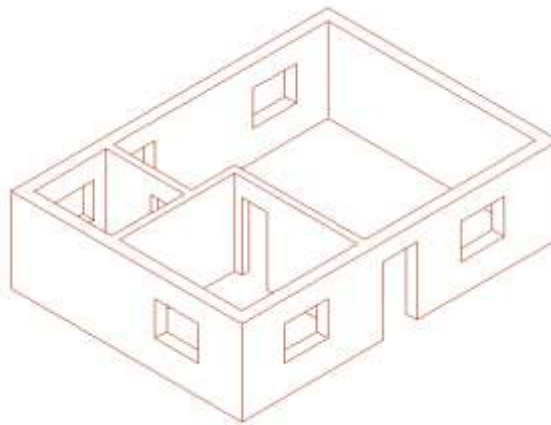

Рис. 16
7. Укажите на пять окон - Enter. Оконные проемы вырезаны из стены. После команда Скрыть (Рис. 16)